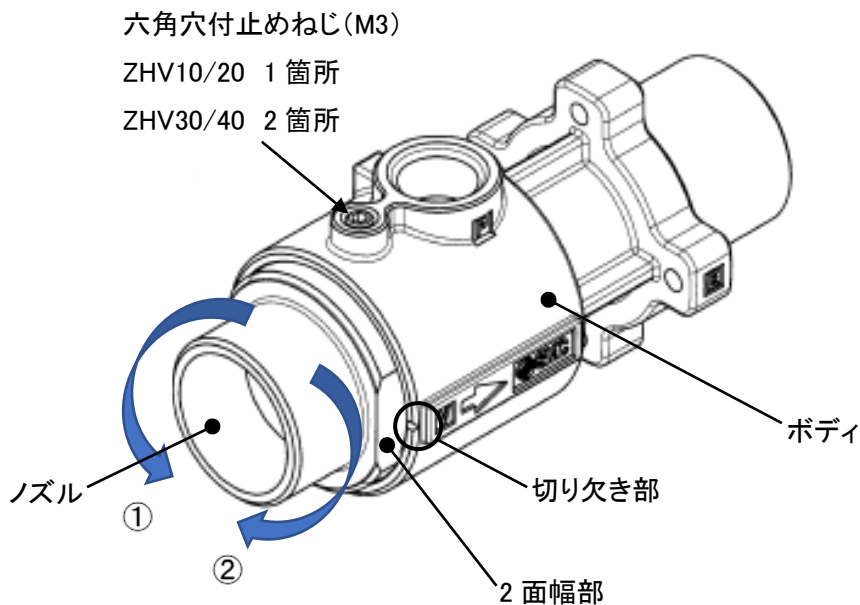

図 1
六角穴付止めねじを緩める→ノズルを①方向(吸込流量、吐出流量、空気消費量、真空圧力UP)または②方向(吸込流量、吐出流量、空気消費量、真空圧力Down)へ回転させる→六角穴付止めねじを締付ける(M3締付トルク: 0.6N・m)流量を調整する際に、ボディ側の切り欠き部の位置を合わせてノズル側にマーキング等を行うことで、ノズルの回転量(調整位置)の目安としてください。(図1)
(2) ノズルの回転について
ノズルを回転させる際には、六角穴付止めねじを1/2~1回転程度緩めてから、ノズルの2面幅部分を工具等で挟んでノズルを回転させてください。(図1)六角穴付止めねじを緩めずにノズルを回転させると止めねじを部に負荷がかかり、製品の破損および、性能が変化してしまう原因となりますのでご注意ください。また、六角穴付止めねじを緩め過ぎますと、六角穴付止めねじおよび、ノズルがボディから脱落する恐れがありますのでご注意ください。